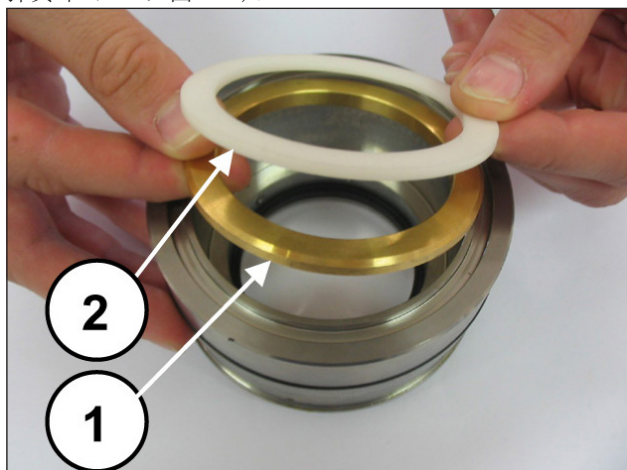

图 197
安装支撑环和抗挤压环 (①②, 图 197)、三个KC密封环 (注意槽口彼此之间成120度①, 图 198)、KC密封刮刀环和弹簧环 (①②, 图 199)。